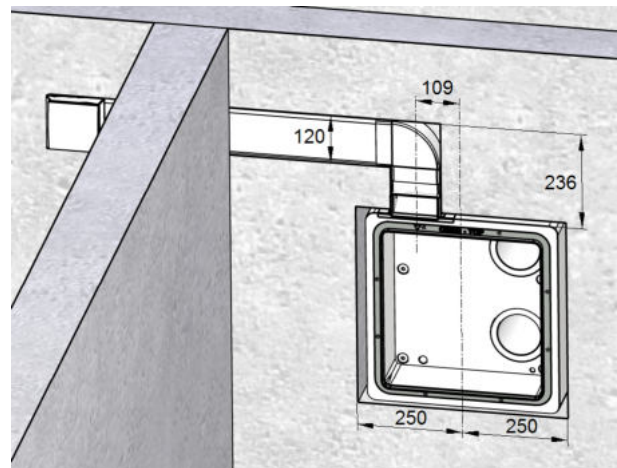

Abb. 11: Beispiel für Flachkanalführung, Maße in Millimeter
- ▶ Fräsen Sie mit der Mauernutfräse Nuten für die weitere Flachkanalführung nach Ihren Planungsunterlagen. In Abb. 11 finden Sie ein Beispiel für die Verlegung eines Flachkanals. Weitere Beispiele mit zwei Flachkanälen zeigen Abb. 33 und Abb. 34 auf Seite 27.